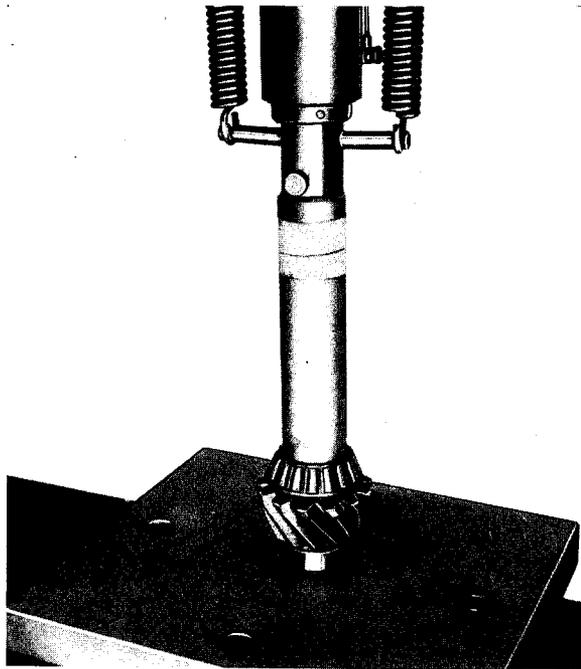

Fig. 27
- 2° Eventuellement, monter la cage de roulement arrière au moyen d'une presse et du manche creux MIGA (fig. 27).